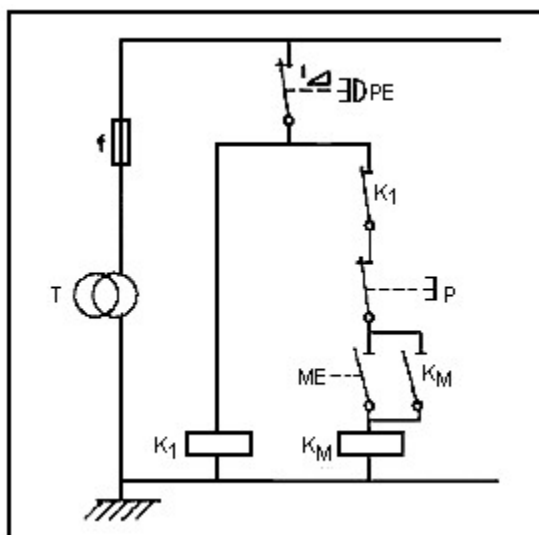

Fig 1
- Modificació del cablejat de tots els cubicles segon la fig 1 per implementar el botó de parada en la maniobra local del cubicle sense que afecti a l'aturada d'aquest en mode remot. El relé que actualment